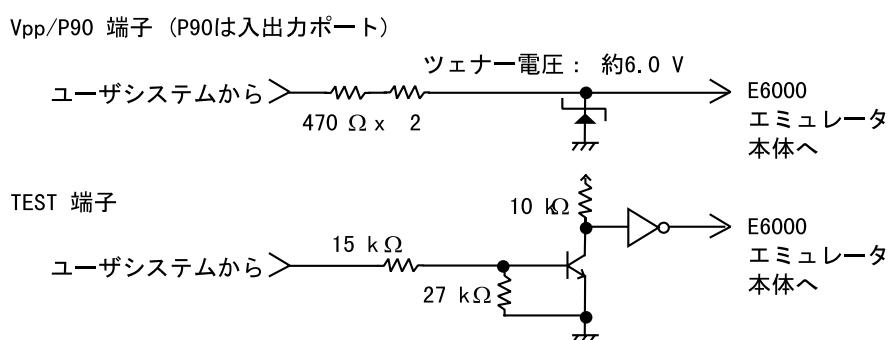

図11 Vpp/P90、TEST端子保護回路
- (6) H8/3657シリーズのフラッシュ機能はエミュレータではサポートしないため、Vpp/P90, TEST端子に12Vを印加しないでください。Vpp/P90, TEST端子に12Vを印加した場合、エミュレータはテストモードを検出します。なお、Vpp/P90, TEST端子には図11に示すような12V印加に対する保護回路があります。